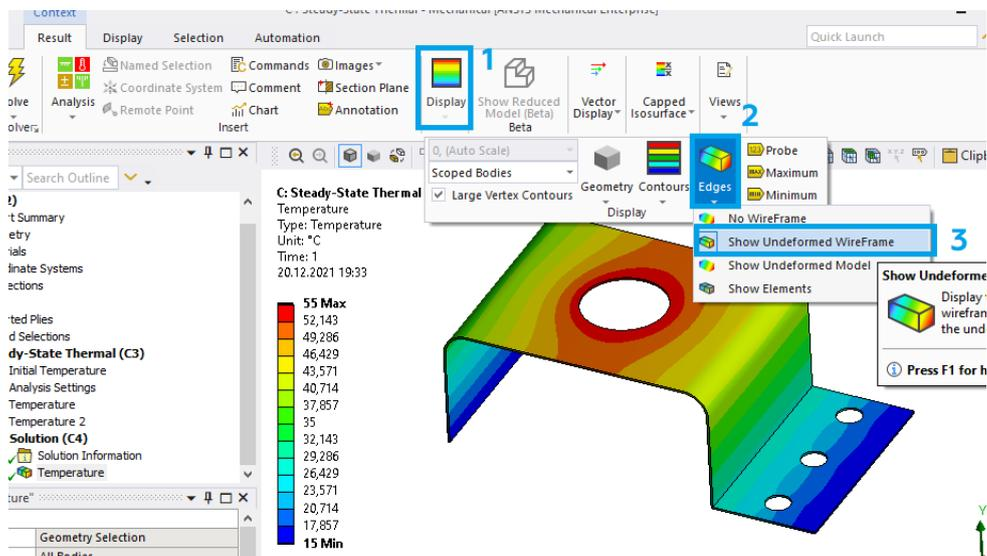

Рис. 31. Скрытие сетки
15.5. Перед сохранением результатов расчета отключаем отображения сетки (рис. 31). Для этого в разделе *Display* (1) выберем *Edges* (2) – *Show Undeformed WireFrame* (3). После этого мы увидим модель без сетки.